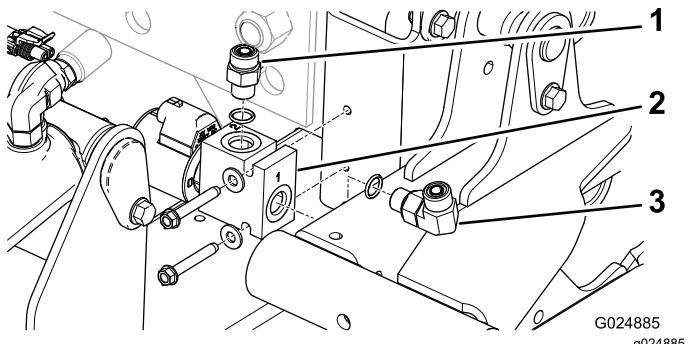

図 2
3. フレームチューブに、右側デッキロックマニホールドを取り付けるタップねじ  $\frac{1}{4}$ " x  $1\frac{3}{4}$ " 2本を使用する。マニホールドは 図 2 のように取り付ける。
4. マニホールドの上部に油圧用のストレートフィッティングを取り付ける図 2。
5. マニホールドの端部に油圧用の90度フィッティングを取り付ける図 2。